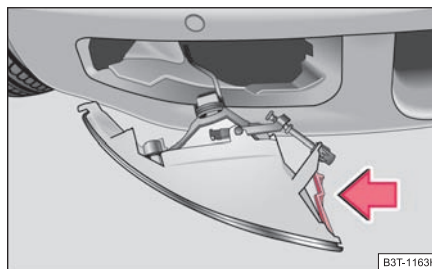

Fig. 237 Desmontaje del faro antiniebla delantero
- Meta la mano en la apertura, en la que se encuentra la rejilla, y haga presión contra la trampilla elástica ⇒ página 270, fig. 237.